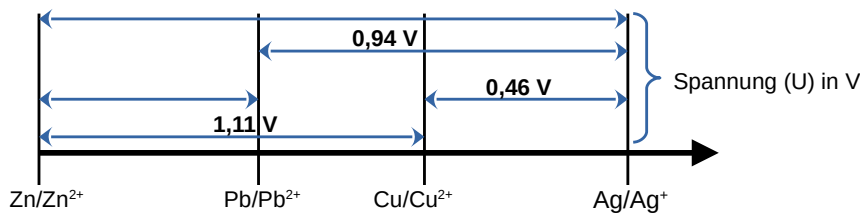

Abb. 2.1: Spannungen gegen das Zn/Zn²⁺-Halbelement (Quelle: eigenes Werk)
Diese Einzelwerte werden elektrochemische Potentiale (E), Standardpotentiale oder einfach Potentiale genannt. Die x-Achse in Abb. 2.1 gibt das Potentiale an!
2.2 Geben Sie diese fehlenden Potentiale (E) an. Nutzen Sie die Ergebnisse aus der Abb. 2.1. Vergleichen Sie mit dem Tabellenbuch!